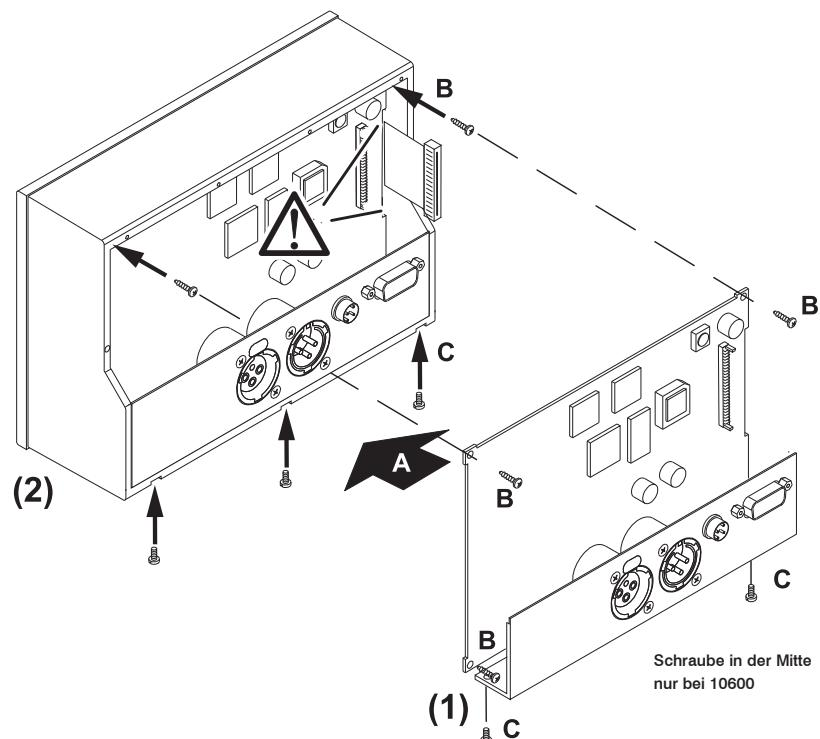

Bild D 7-10: Einsetzen und Befestigen der Hauptplatine und des Anschlusswinkels
10. Nehmen Sie die Hauptplatine und das anhängende Anschlusspanel und platzieren Sie beides auf den Befestigungsstegen (A). Achten Sie auf die Verbindungskabel zwischen Anschlusspanel und Hauptplatine! Führen Sie das flache Display-Kabel durch die seitliche Aussparung der Hauptplatine so, dass es ca. 2 cm über die Hauptplatine herausragt. Achten Sie darauf, dass das flache Display-Kabel dabei nicht zwischen Platine und Halterung bzw. Platine und Gehäuse eingeklemmt wird! Befestigen Sie die Hauptplatine mit ihren drei Schrauben (B). Richten Sie dann das Anschlusspanel aus und befestigen Sie es mit seinen zwei (das mittlere Loch bleibt offen) Schrauben von der Unterseite (C). (Bild D 7-10)